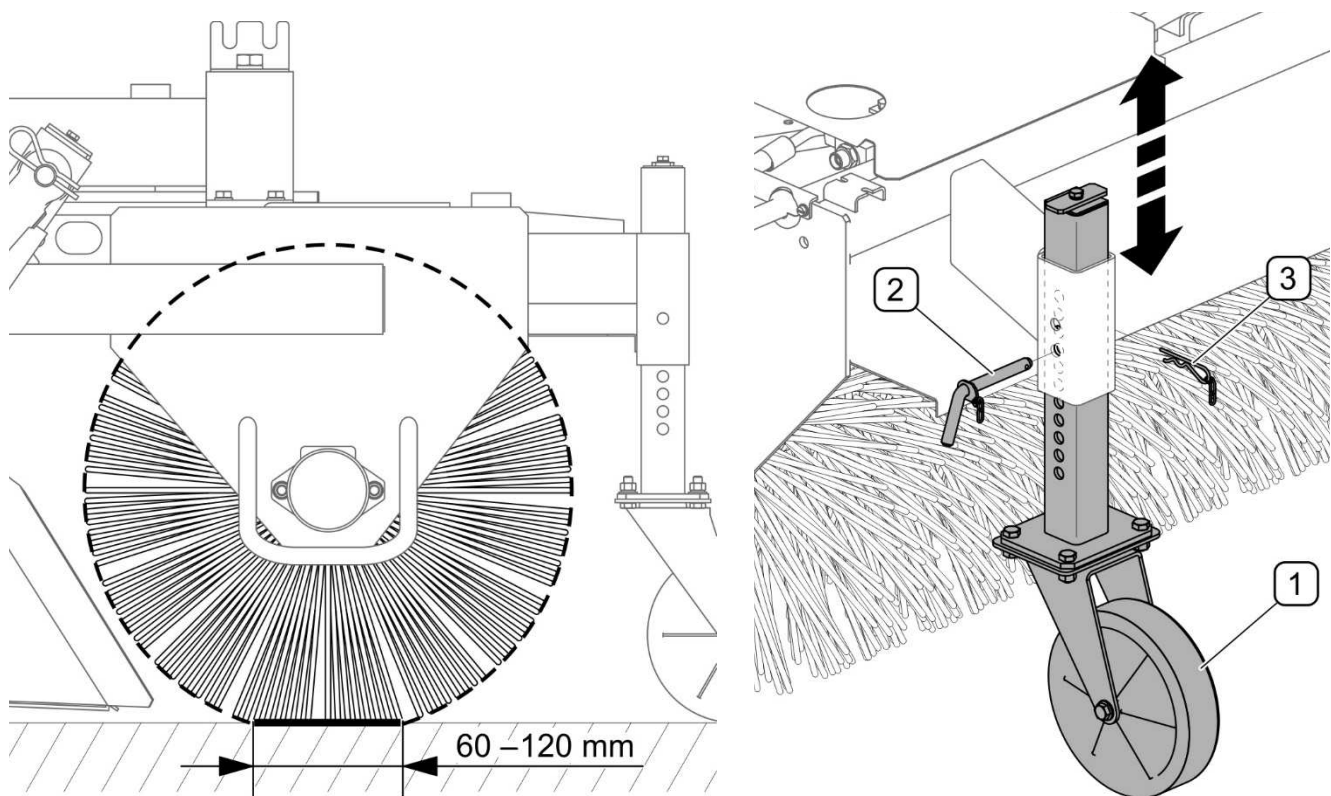
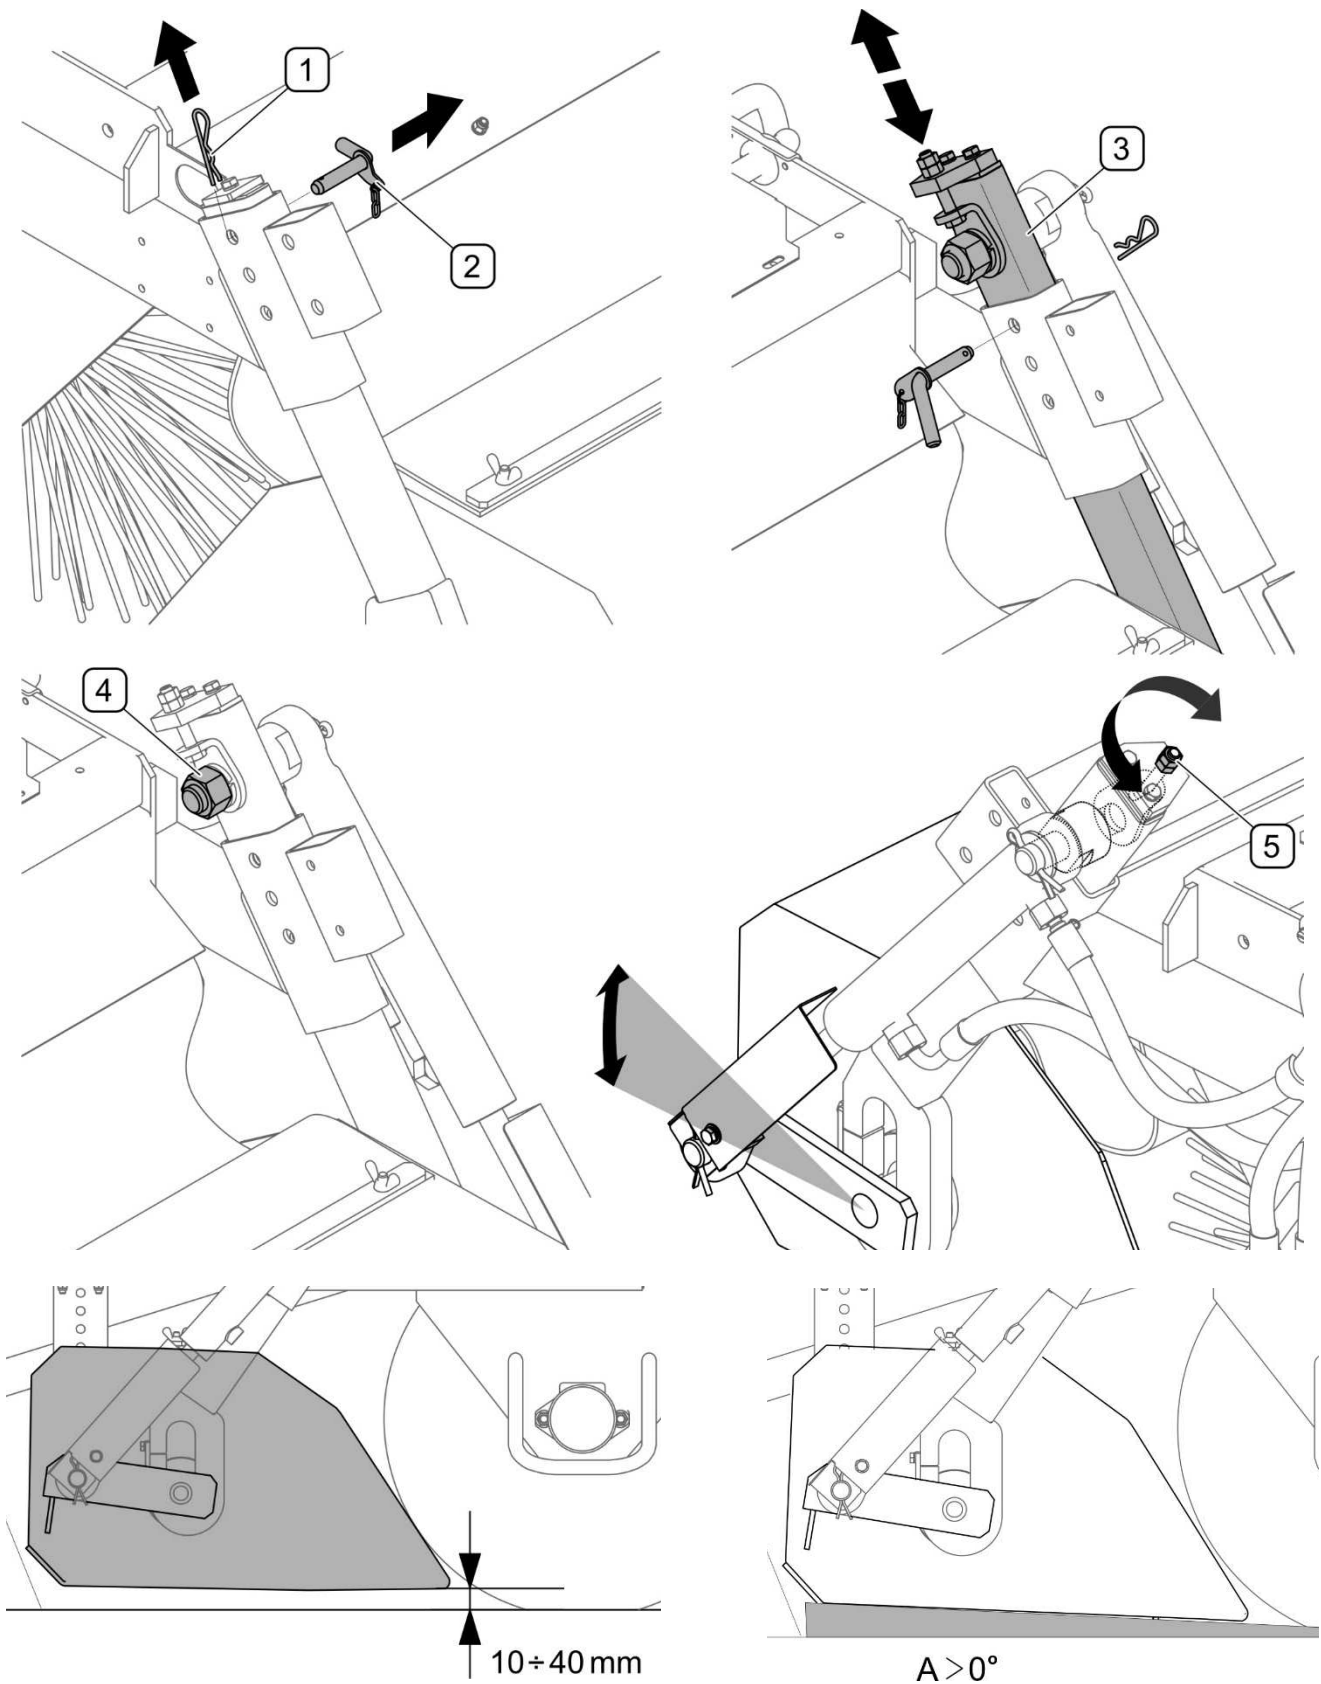

FIGURE 5.1 Réglage de la pression du rouleau balayeur
FIGURE 5.2 Réglage du bac des déchets
Effectuer le réglage du rouleau en liaison avec le réglage du bac des déchets. Le rouleau balayeur doit être réglé en fonction de son usure. La surface de pression du rouleau au sol doit être comprise entre 60 à 120 mm (FIGURE 5.1). En plus, la pression peut être réglée cas par cas en fonction du degré de la pollution du sol.
Le réglage de la pression se fait par le réglage de la position des roues porteuses(1) dans leur guidages (FIGURE 5.1) de la façon suivante:
- enlever la goupille fendue (3) et l'épinglette (2),
- Lever ou abaisser la roue (3) dans le guidage de façon à aligner les trous,
- mettre l'épinglette (2) dans le trou correspondant et protéger avec la goupille fendue (3),
Le réglage du bac des déchets (FIGURE 5.2) est à effectuer après le réglage de la pression du rouleau balayeur (FIGURE 5.1) et après le réglage de l'angle d'inclinaison du bac. Effectuer le réglage de la hauteur du bac des déchets de manière suivante:
Le réglage de l'angle d'inclinaison du bac des déchets (FIGURE 5.2) est à réaliser du côté gauche de la balayeuse et consiste au déplacement du point de fixation du vérin de basculement du bac. Effectuer le réglage de manière suivante: